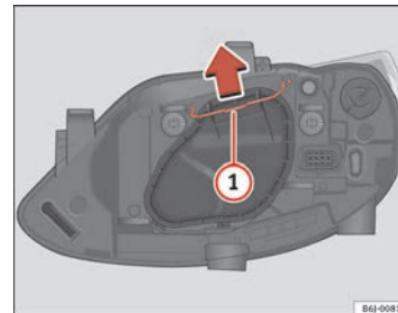

Fig. 143 Luz de cruce/carretera faro simple
- Desplace el tirante \Rightarrow página 236, fig. 143 ① en el sentido de la flecha y saque la tapa.